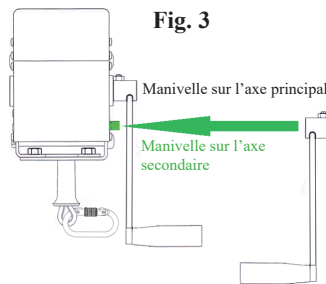

Fig. 3
3. Installer la manivelle sur l'axe secondaire (en vert sur la Fig. 3).
6. Pour revenir à l'utilisation normale, la manivelle doit être de nouveau installée sur l'axe principal dans sa direction première (comme indiqué sur la Fig. 3).